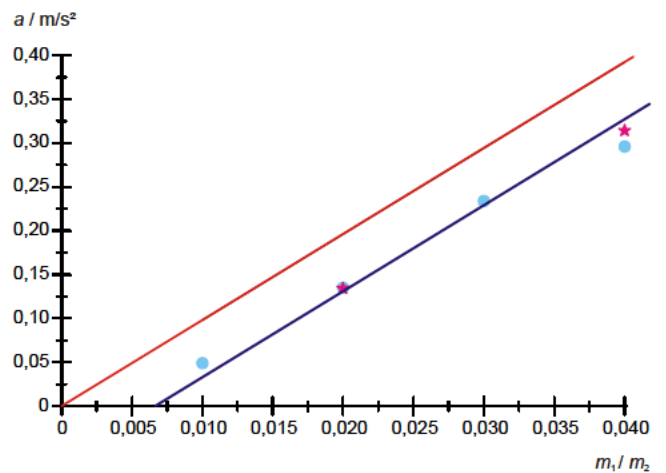

Fig. 5 Beschleunigung  $a$  in Abhängigkeit vom Massenverhältnis  $m_1/m_2$ .  $a = m_1/m_2 * g$  (—),
Fig. 5 zeigt die Abhängigkeit der Beschleunigung vom Massenverhältnis  $m_1/m_2$ . Die Messwerte liegen in guter Näherung auf der einer Geraden, die gemäß Gl. (7) mit  $\mu = 0,0069$  berechnet wurde.